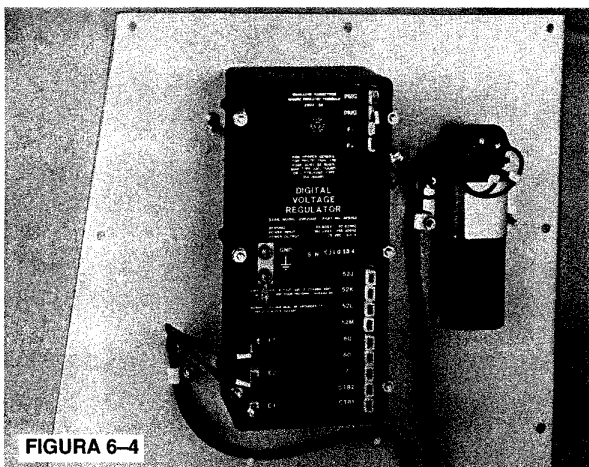

FIGURA 6-4
1. Quite las conexiones del regulador de voltaje, capacitor, y todo otro control montado en la caja de conducto, notando la ubicación de estas conexiones y sus marcas, remarcándolas como sea necesario. (Figura 6-4 y 6-5.)